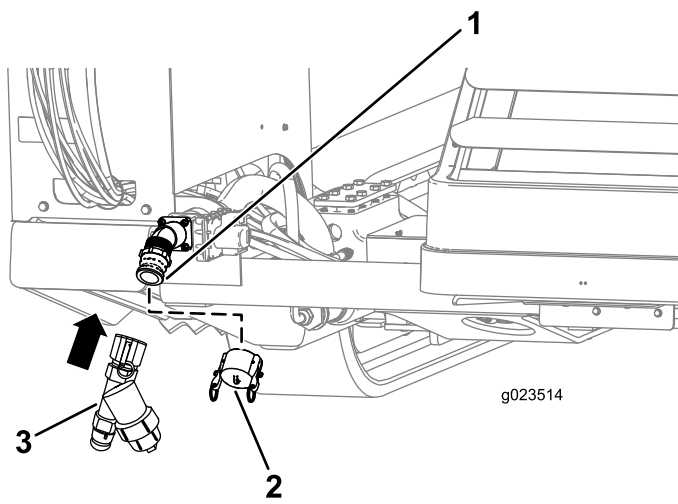

Figure 49
1. Déposez le bouchon d'entrée de la pompe (Figure 49).
2. Alignez le filtre en Y sur le filetage de la pompe (Figure 49).